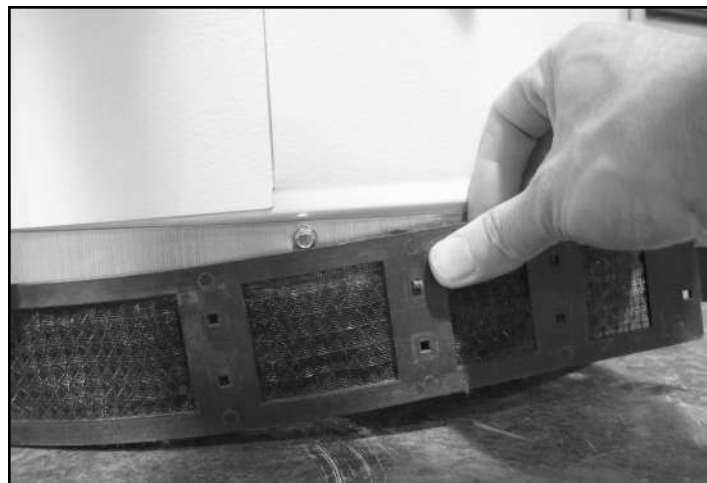
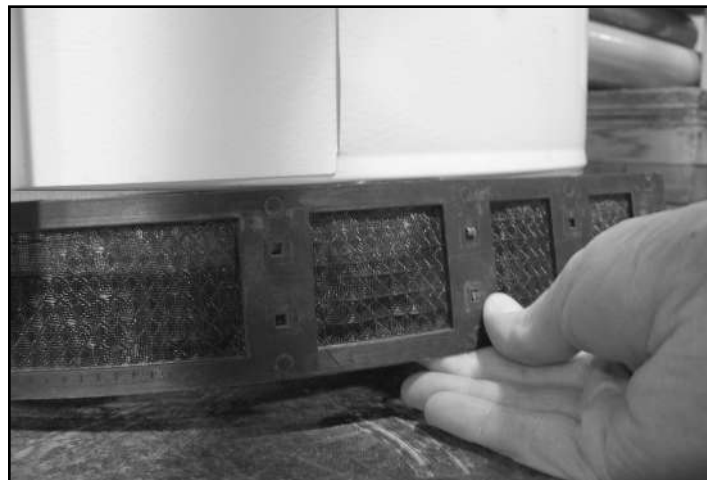

Figure 10 Pose du filtre, étape 2a
Figure 11 Pose du filtre, étape 2b
2. Enroulez la longue bande de filtre autour de la base du chauffe-eau et joignez ses extrémités au point de raccordement qui assurera son bon ajustement autour du chauffe-eau. Insérez d'abord la tige du haut dans le point de raccordement correspondant (voir Figure 10). Maintenez ce joint en place en l'appuyant sur le chauffe-eau. Faites légèrement glisser la bande vers le haut, ce qui vous permettra d'insérer la seconde tige dans le second orifice. Poussez pour insérer (voir Figure 11).